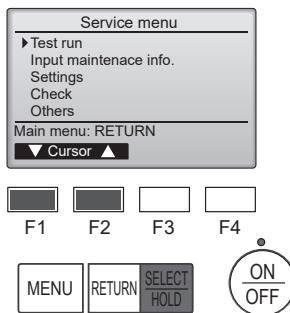

Fig. 6-3
- ③ Sélectionnez "Test run" (Test fonctions) à l'aide du bouton [F1] ou [F2] puis appuyez sur le bouton [SELECT/HOLD]. (Fig. 6-3)